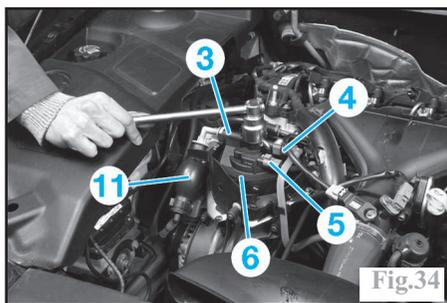

Fig.34
- les raccords de carburant (3) et (4) (Fig.34).
-le couvercle (6) (Fig.34).
-les raccords de carburant (3) et (4) (Fig.34).
-le connecteur du réchauffeur (5).
Actionner la poire (11) (Fig.34) afin de purger le système.